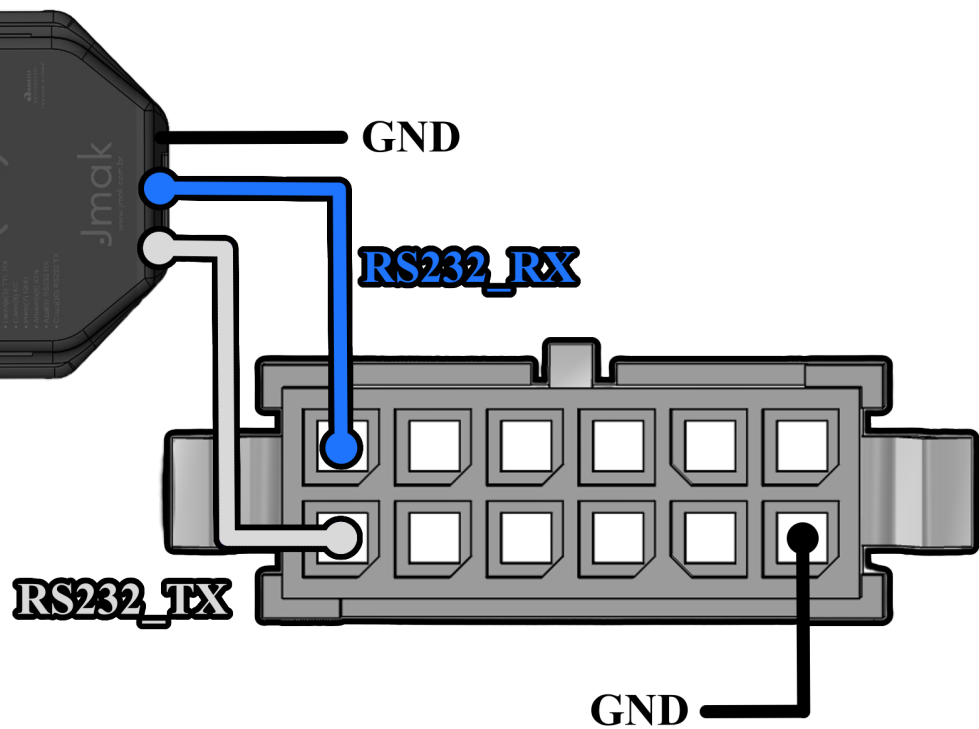

Figura 13: Ligação RS232 J-R12 ao equipamento J-M15.
No rastreador J-R12, utilize os pinos 12 (RX) e 6 (TX) para a interface Serial Port/UART, operando em RS232. Garanta que o GND do rastreador e do dispositivo conectado seja o mesmo para assegurar comunicação estável. A Figura 13 a seguir representa a ligação desses pinos.